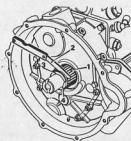

Abb. A.32
21. Primär-Rad-Axialspiel mit Führerlehren überprüfen, siehe Abb. A.32. Das Axialspiel muß zwischen 0,089 und 0,165 mm (0,0035 bis 0,0065 Zoll) liegen. Gef. korrekte Druckscheibe aus folgendem Sortiment wählen.
30. Primär-Rad mit ausgehölter vorderer Druckscheibe, Trügerling und hinterer Druckscheibe montieren, Abb. A.32.